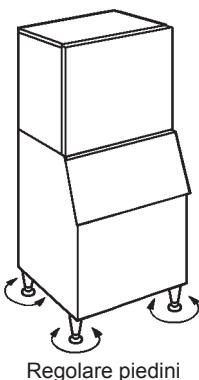

Fig. 7
9) Regolare i quattro piedini del fondo (regolabili da 0 a 25,4 mm), in modo che la macchina sia perfettamente orizzontale. Utilizzare una livella a bolla d'aria. Vedi Fig. 7.